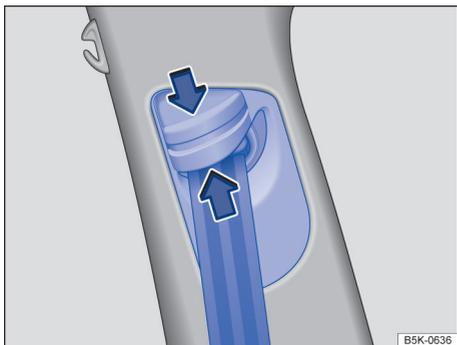

Fig. 33 Ao lado dos bancos dianteiros: regulagem de altura do cinto de segurança.
- Pressionar o dispositivo regulador no sentido da seta e mantê-lo pressionado → Fig. 33.